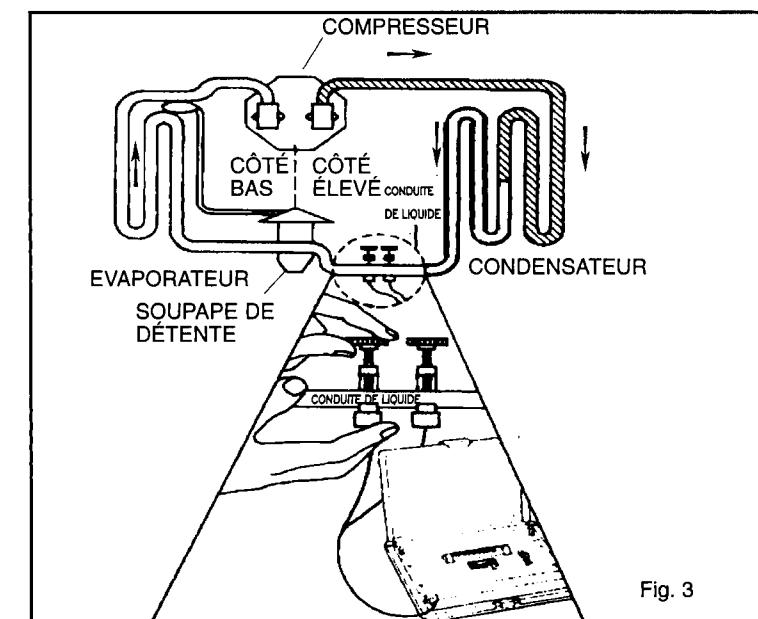

Fig. 3
Les deux détecteurs doivent être fixés à la conduite de liquide de façon qu'ils soient bien en place et en contact étroit avec la tuyauterie (voir fig. 3). Les détecteurs devraient être placés l'un à côté de l'autre, séparé par 2,5 cm ou 3,75 cm environ (entre un et un pouce et demi). Ils ne fonctionneront pas correctement s'ils se touchent. Voir test en page 21.
2. Attachez les détecteurs du viseur électronique à la conduite de liquide (voir fig. 3) et procédez au test en suivant les instructions en page 21.